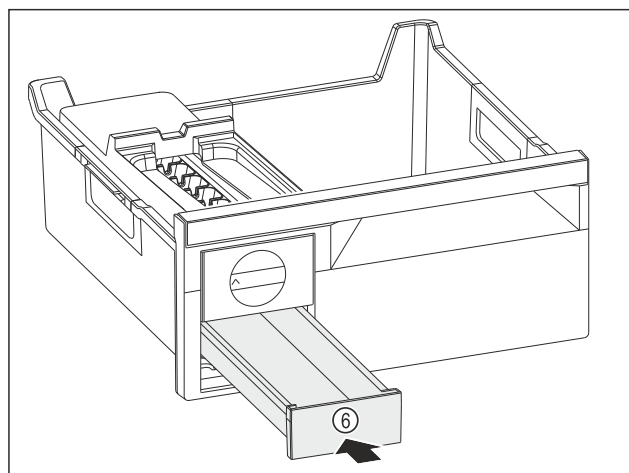

Fig. 88
- Skjut in iskublådan Fig. 88 (6).